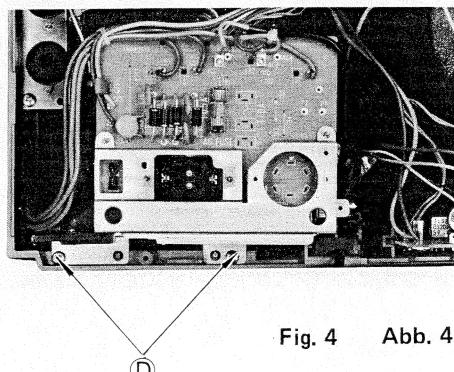

Fig. 4 Abb. 4
1. Remove 2 screws **D** as shown in Fig. 4.
1. Die in Abb. 4 gezeigten 2 Schrauben **D** entfernen.